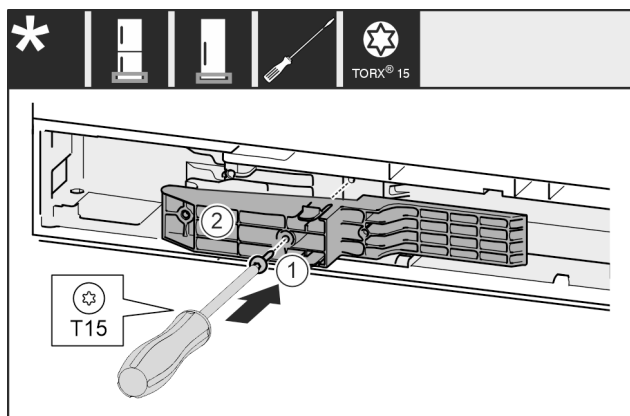

Fig. 65 *
- ▶ Vstavite prilagodilnik Fig. 65 (1) na strani z ročajem v odprtino.*
- ▶ Zategnite vijak Fig. 65 (2) z izvijačem.*